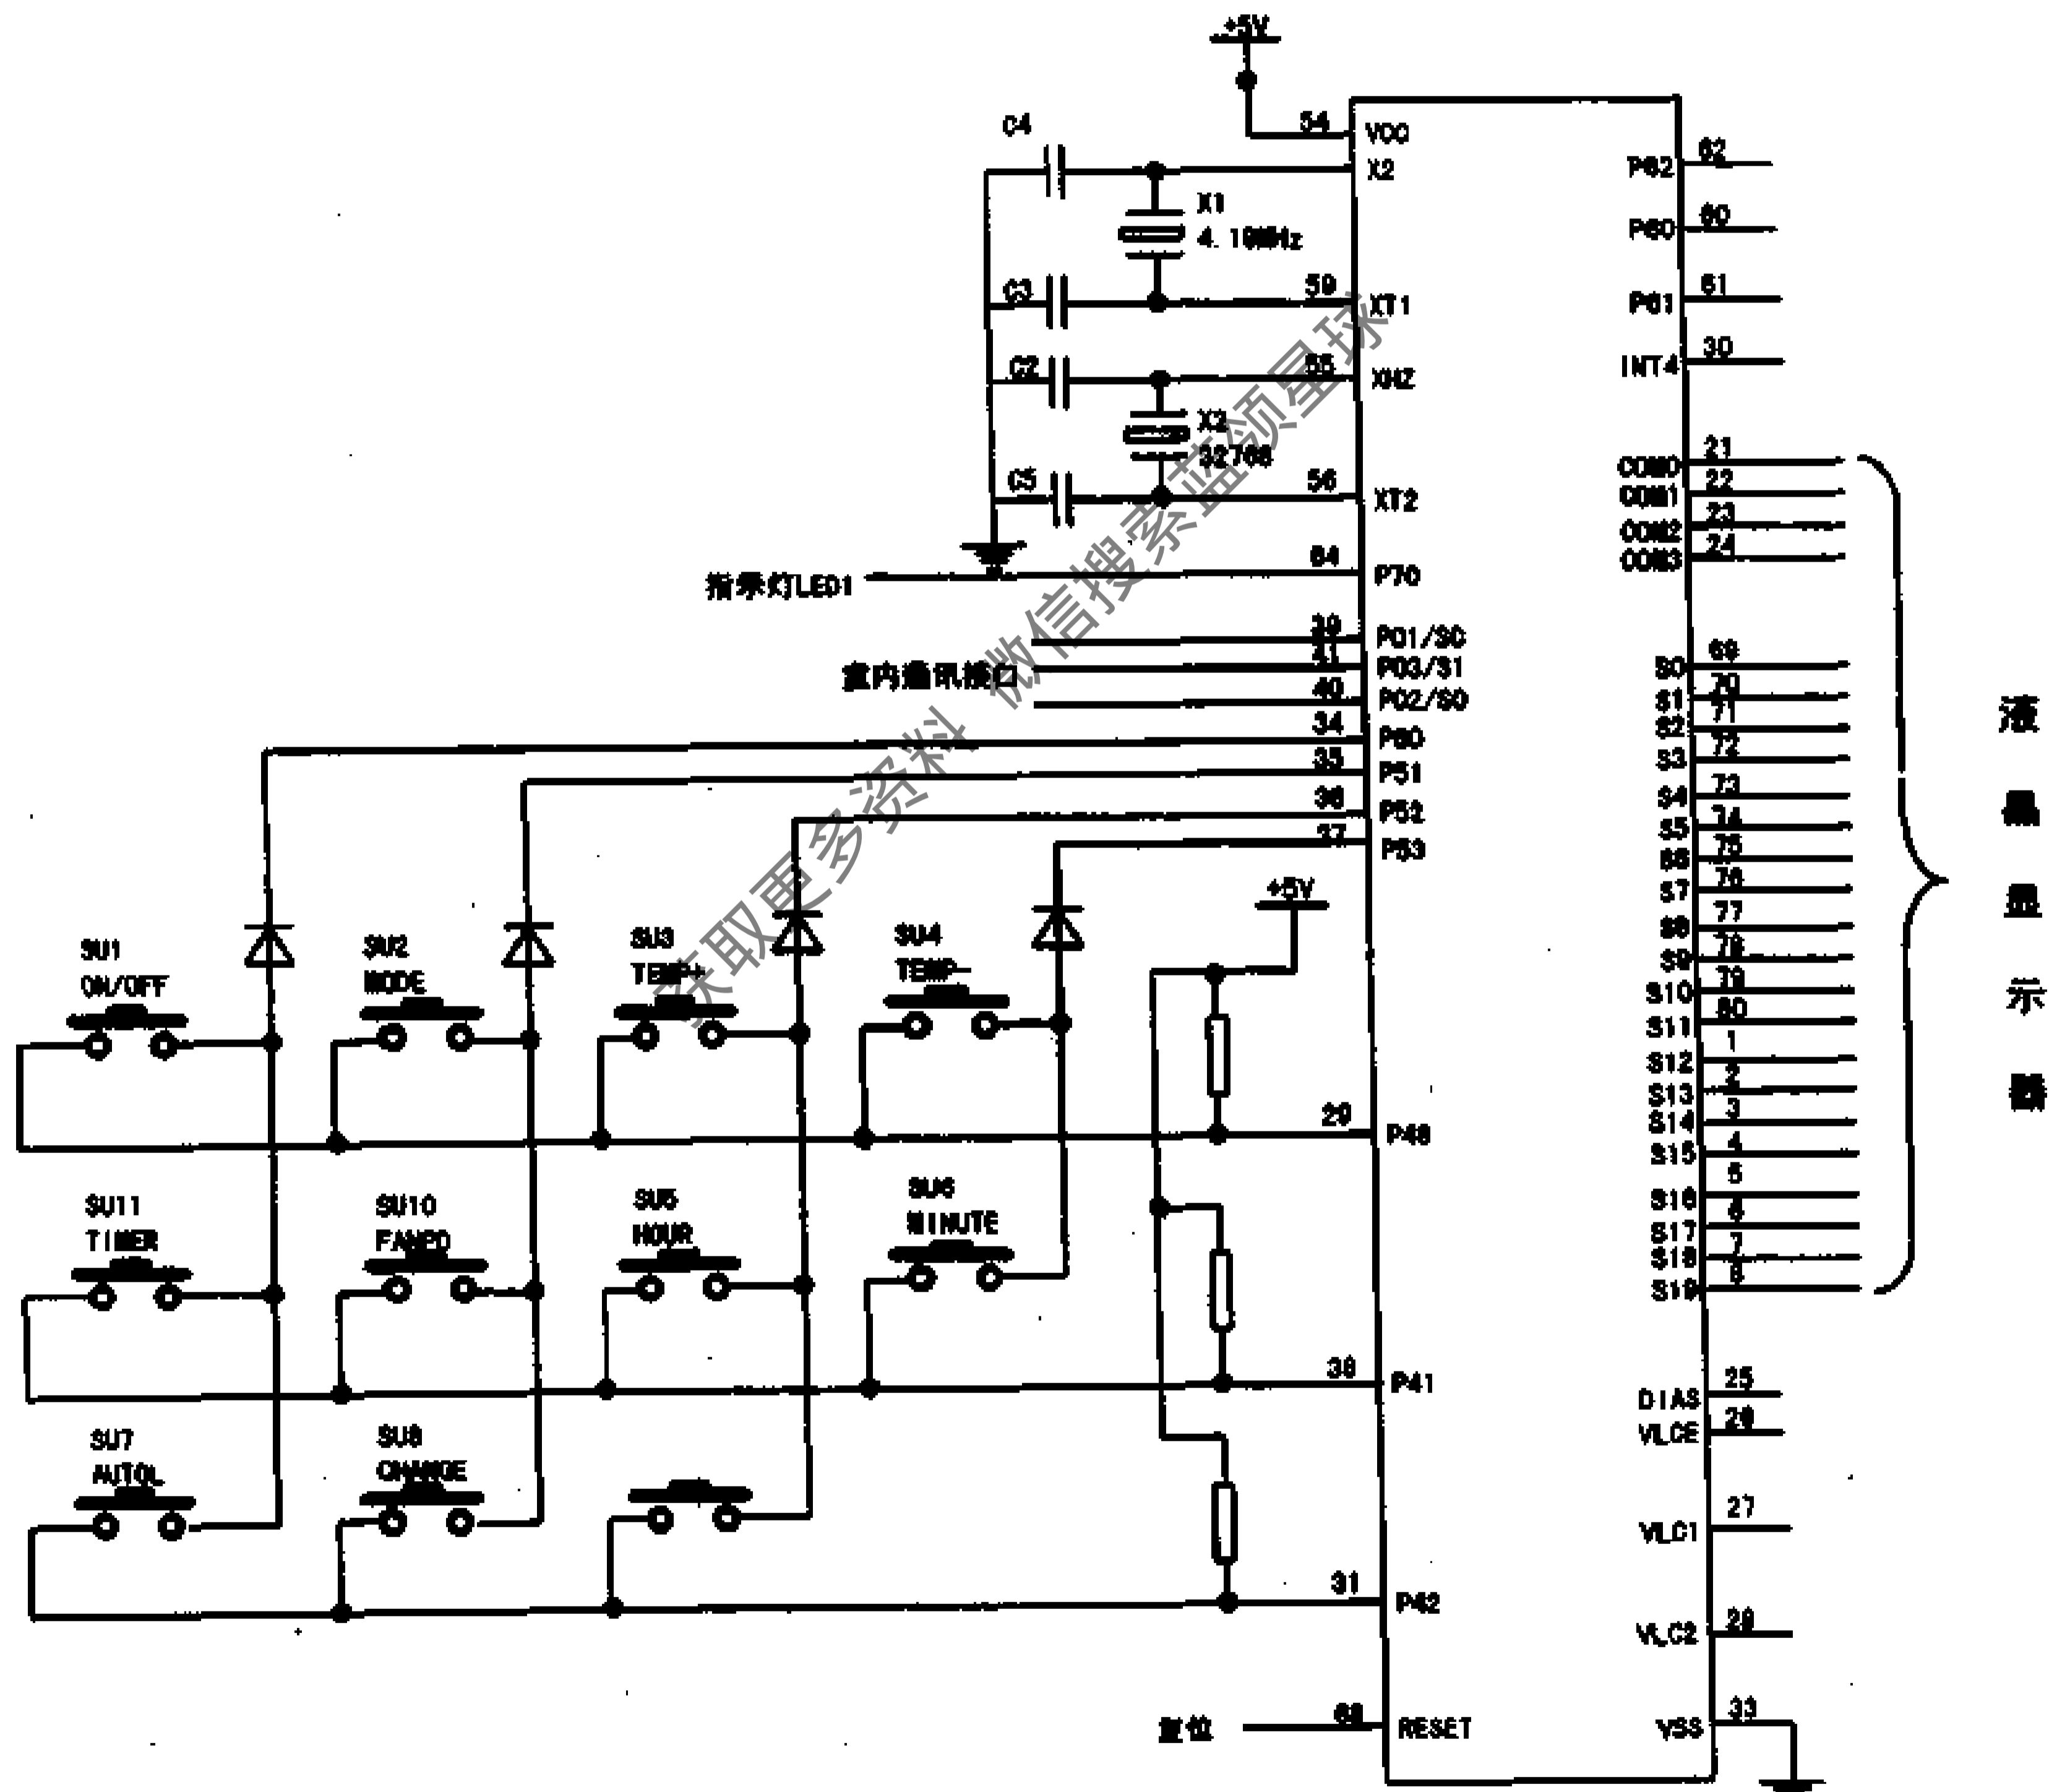

图 17-2-32
1) 单片机芯片主要引脚功能和按键引线见图 17-2-32。